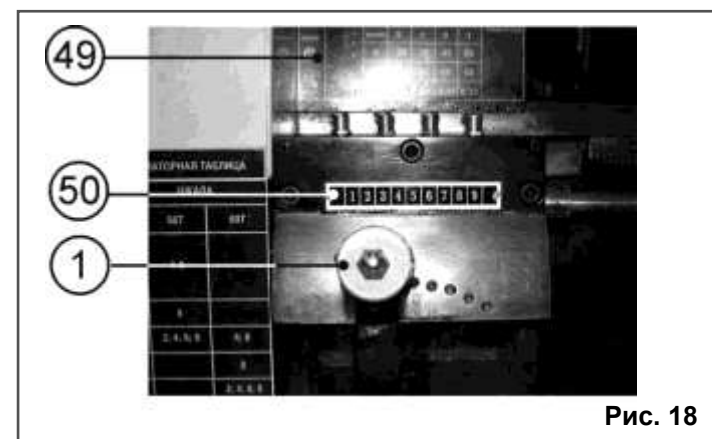
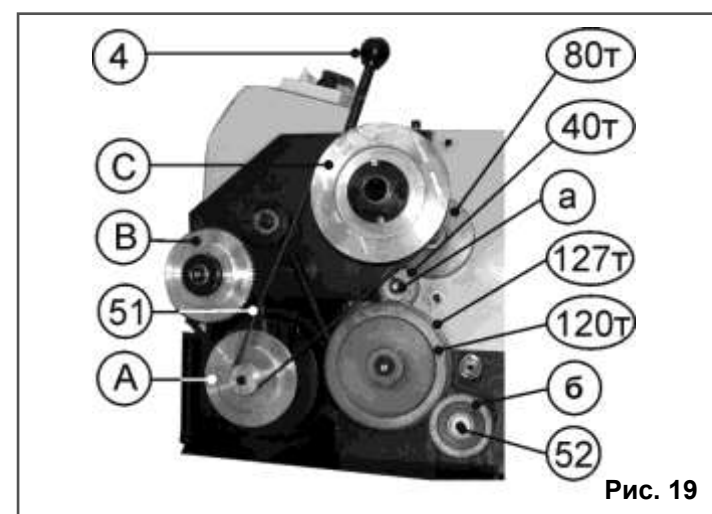

Рис. 18
Рис. 19
10.4.4. Станок оборудован коробкой скоростей автоматической подачи в диапазоне от 0,12 мм до 0,33 мм за один оборот шпинделя (см. таблицу 2 и шильдик (49), Рис. 18.)
10.4.5. Откройте защитный кожух гитары (2), как указано в п. 9.3.2. По таблице 2 установите необходимые шестерни (а) (б), Рис. 19, и закройте защитный кожух (2), п. 9.3.2.
10.4.6. Пользуясь таблицей 2, перемещая рычаг переключения скорости автоматической подачи(1), Рис. 18, можно менять скорость автоматической подачи. Например, при установке шестерен а=28Т и б=60Т, Рис. 19, в положении 9 рычага переключения скорости автоматической подачи (1) по шкале (50) – скорость подачи равна 0,12 мм на один оборот шпинделя. При установке рычага переключения скорости автоматической подачи (1) в положение 1 по шкале (50) – скорость подачи равна 0,21 мм на один оборот шпинделя и т.д., Рис. 18.
При каждом перемещении рычага переключения скорости автоматической подачи (1) необходимо рычаг натяжения ремня (4) привести в крайнее положение от себя, Рис. 19.
10.5.2. Переставляя клиновой ремень (51) на шкивах А,В,С в положения 1,2,3 согласно таблице 3, можно ступенчато изменять скорость вращения шпинделя – 100; 250; 350; 500; 900 и 1800 об/мин., Рис. 19, (А,В,С - шкивы). Например, при установке клинового ремня (51) на шкивах В,С в положении 1 – скорость вращения шпинделя равна 100 об/мин, а в положении 3 - скорость вращения равна 500 об/мин и т.д., Рис. 19.
10.6.4. Комбинации использования шестерен для нарезания резьбы см. в таблице 4 и Рис. 19.
1. См. Рис. 19
Рычаг переключения скорости автоматической подачи (1), Рис. 18, в положении 1
2. См. Рис. 19
Рычаг переключения скорости автоматической подачи (1), Рис. 18, в положении 7
10.6.5. Отвинтите крепёжный болт (52), закрепляющий шестерню (б) и снимите стопорную шайбу шестерни (а), Рис. 19.
10.6.6. Осторожно снимите шестерни, чтобы сохранить на месте шпонки на валах и установите необходимые шестерни (а) и (б). Количество зубьев на каждой шестерне промаркировано. Установите крепёжный болт (52) шестерни (б) и стопорную шайбу шестерни (а), Рис. 19.
10.6.8. Положение шестерен 120Т и 127Т для метрической резьбы показано на Рис. 19.
10.6.9. Для нарезания дюймовой резьбы шестерни 120Т и 127Т необходимо поменять местами, Рис. 19.